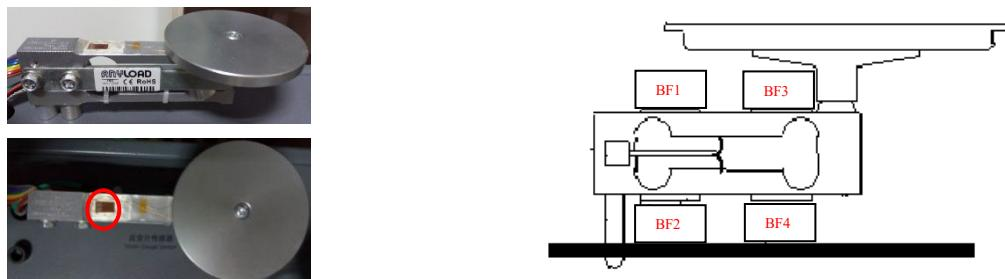

图 1.1 应变片示意图
3、观察应变片传感器的位置, 见图 1.1, 应变片为金色箔式结构小方薄片, 在图中标示出来, 结合应变片受力, 标出应变片对应的序号 **BF1**, **BF2**, **BF3**, **BF4**。